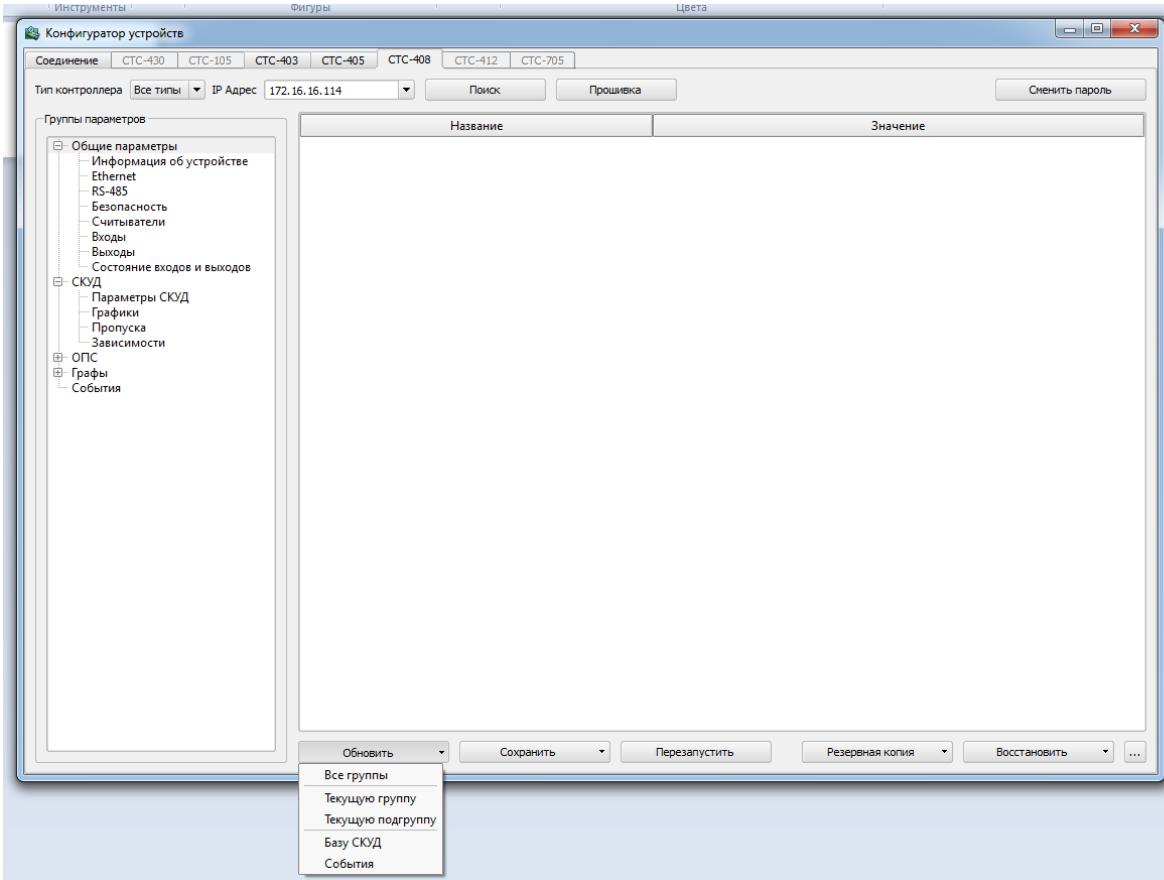

Рисунок 6
- «Обновить» – данная кнопка позволяет выгрузить из контроллера данные всей группы, текущей выделенной группы или текущей выделенной подгруппы, а так же базу данных СКУД и журнал событий (рисунок 6);